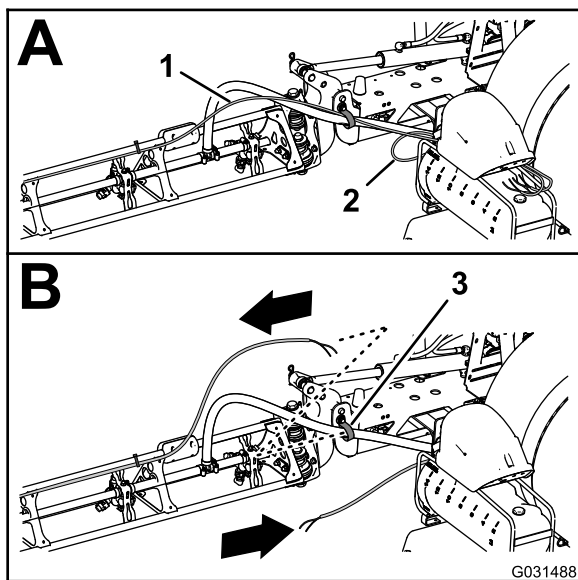

Рисунок 24
- Проведите трубки пенообразующих насадок в левой и правой секциях стрелы назад и через R-образный хомут рядом с шарнирным креплением секции стрелы (Рисунок 24).